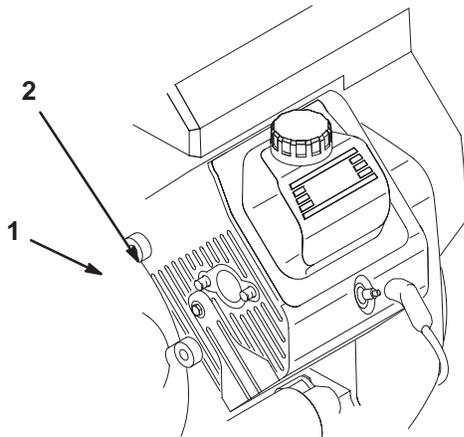

Bild 52
3. Ziehen Sie die Kerzenstecker ab (Bild 52).
3. Stecken Sie die Zündkerzenstecker wieder auf die Zündkerzen auf (Bild 52).